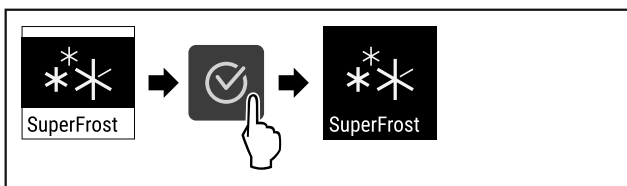

Fig. 66
- ▶ Изпълнете стъпките (виж Fig. 66) .